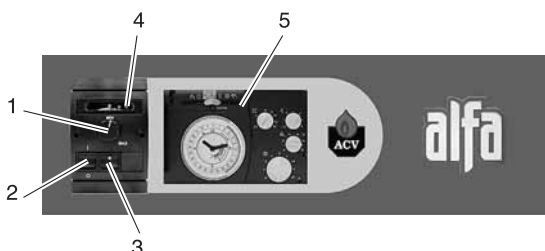

Рис. 22: Панель управления
#### 7.1.1 ОЗНАКОМЬТЕСЬ С ПАНЕЛЬЮ УПРАВЛЕНИЯ (рис. 22)
**Выключите главный выключатель котла.** (поз. 2, рис. 22)
#### 1 – РЕГУЛИРУЕМЫЙ ТЕРМОСТАТ 60–90°C (поз. 1, рис. 22)
#### 2 – ГЛАВНЫЙ ВЫКЛЮЧАТЕЛЬ (поз. 2, рис. 22)
#### 3 – ПЕРЕКЛЮЧАТЕЛЬ «ЗИМА–ЛЕТО» (поз. 3, рис. 22)
#### 4 – ТЕРМОМЕТР (поз. 4, рис. 22)
#### 5 – КОНТРОЛЛЕР (поз. 5, рис. 22)